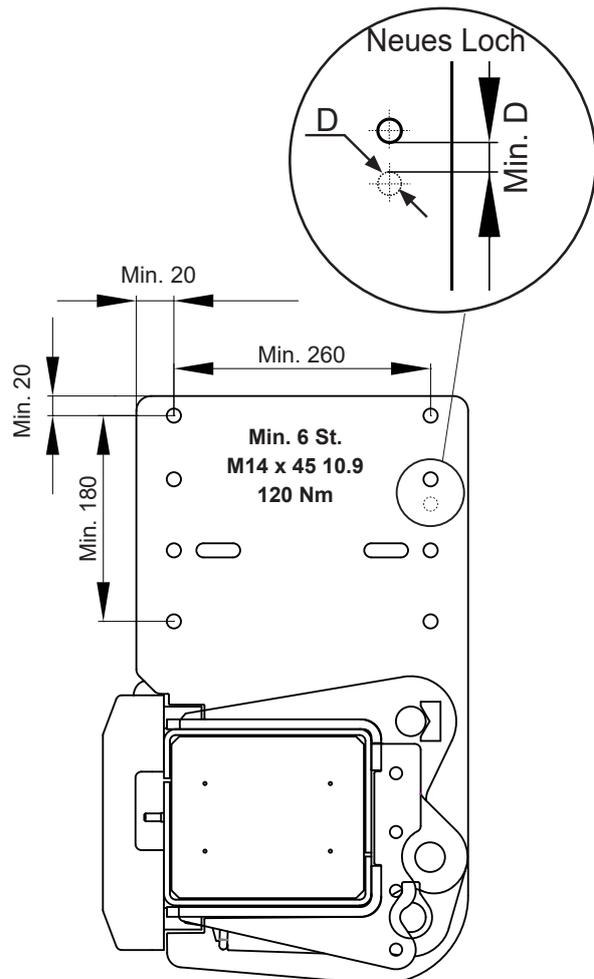

Abbildung 18. Die Rahmenhalterung mit mindestens 6 Schrauben montieren (M14x45 10.9)
9. Die Halterung zuerst mit einer Schraube in den Langlöchern befestigen. Auf dem Fahrzeugrahmen die Mitte der in den Halterungen vorgebohrten Löcher markieren und die Bohrungen mit $\varnothing 14$ mm in den Rahmen bohren, siehe Abbildung 18.